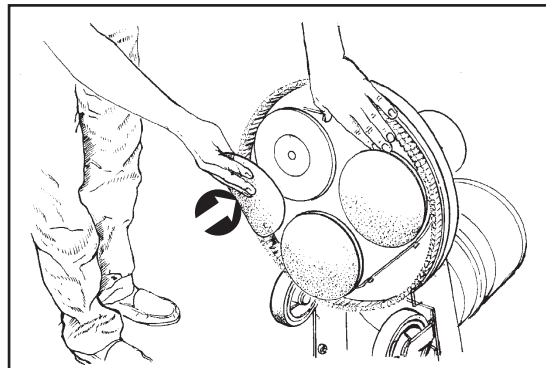

Figure 12
10. Installez ou remplacez l'abrasif, l'abrasif en treillis ou le pad. Ces trois éléments doivent être remplacés en cas de déchirure, d'usure et de ternissement. Le pad doit également être remplacé s'il est d'une épaisseur inférieure à 1/8". Pour installer ou remplacer l'abrasif, l'abrasif en treillis, ou le pad : (Voir Figure 12)